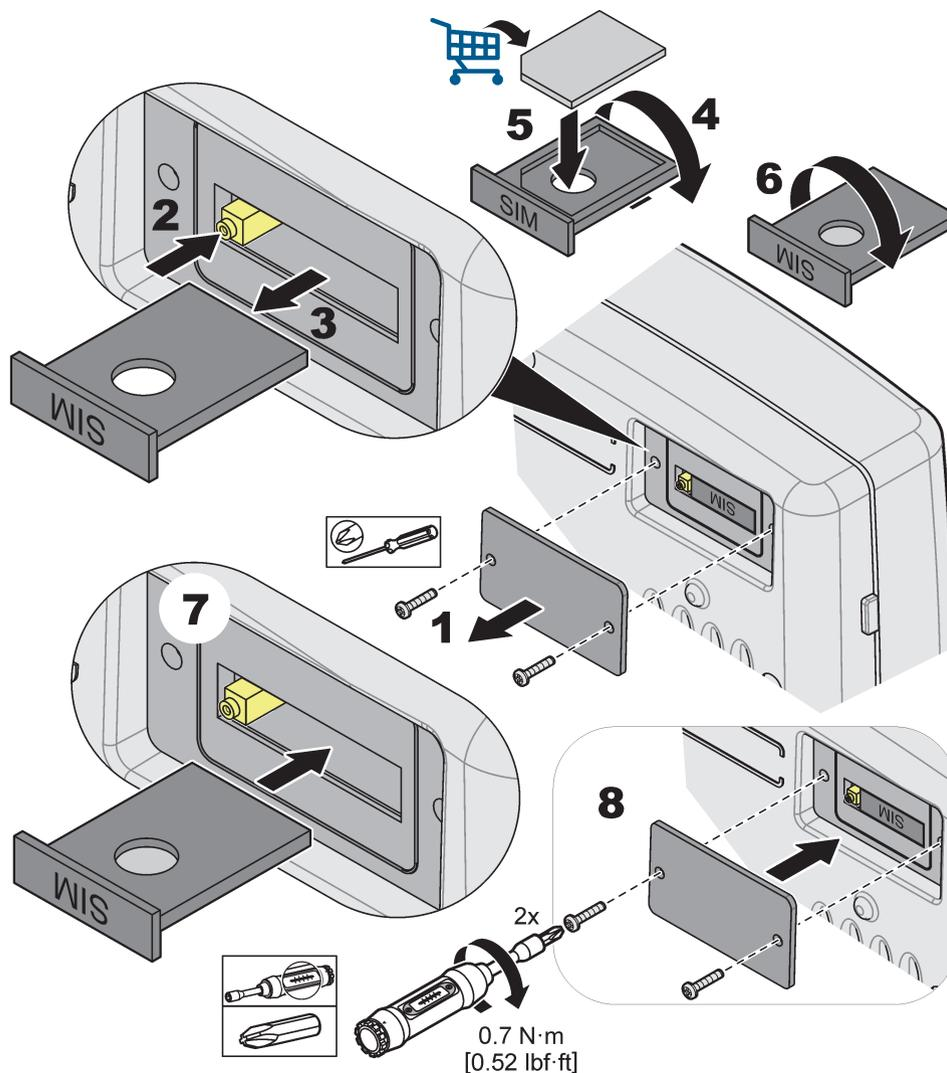

Figura 34 Insira o cartão SIM
3. Remova o cartão SIM da parte de trás do módulo de exibição (Figura 34).